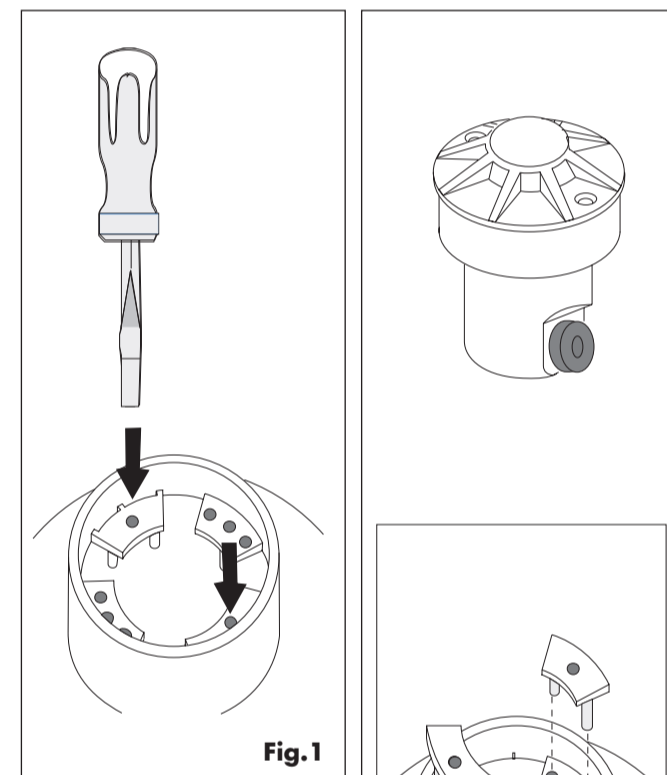

Fig. 1
2. Avec un tournevis, enlever les deux secteurs à un trou placés sur les côtés internes du col du puisard (fig. 1).
2. Mit einem Schraubendreher die zwei Ausschnitten mit einem Loch auf den Innenseiten des Halses des äußeren Gehäuse entfernen (fig. 1).
2. Con un destornillador sacar los dos sectores con un agujero puestos en los lados internos del cuello del cuerpo externo (fig. 1).